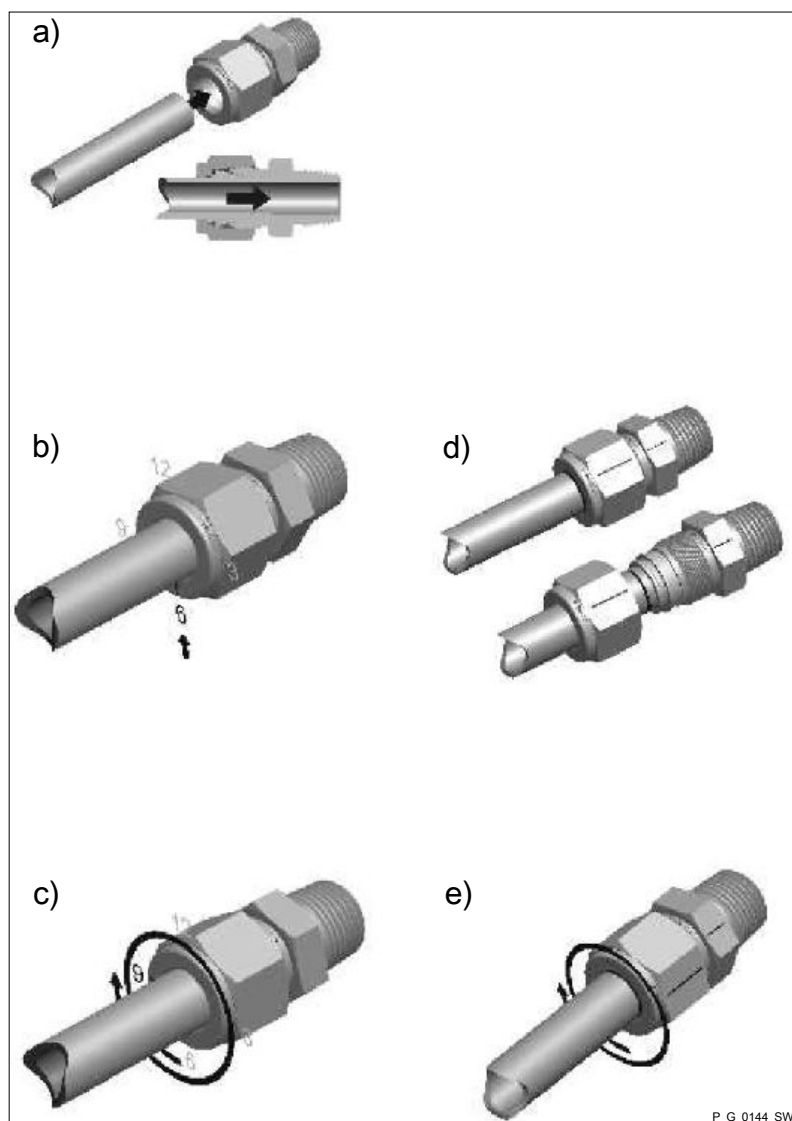

Рис. 8
2. ➤ Вставьте трубу до упора в клапан - на следующих чертежах вместо клапана показан вворачивающийся элемент - см. Рис. 8 а).
4. ➤ Отметьте положение накидной гайки в положении 6 часов - см. Рис. 8 б).
5. ➤ Удерживайте корпус клапана вилочным ключом и затяните накидную гайку другим вилочным ключом на 1 1/4 оборота до положения 3 часа - см. Рис. 8 с).
1. ➔ Перед демонтажом: Проведите линию по двум соседним поверхностям под ключ накидной гайки и клапана - см. Рис. 8 d).
2. ➔ При повторном монтаже: Вставляйте трубу с зажимными кольцами в корпус клапана, пока переднее зажимное кольцо не сядет плотно в клапане - см. Рис. 8 d).
3. ➔ Удерживайте корпус клапана вилочным ключом и затяните накидную гайку другим вилочным ключом до последней позиции, которая показана двумя отметками на трубе и клапане (в этом месте ощутимо повышается сопротивление - см. Рис. 8 e)